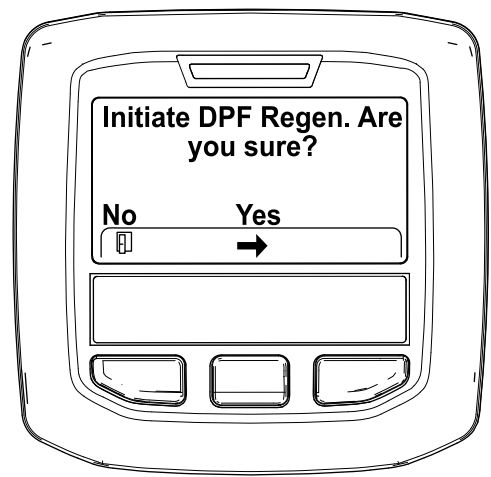

Figura 46
4. Cuando aparezca el mensaje "Initiate DPF Regen. Are you sure?" (Iniciar regeneración de DPF, ¿está seguro), pulse el botón central (Figura 46).